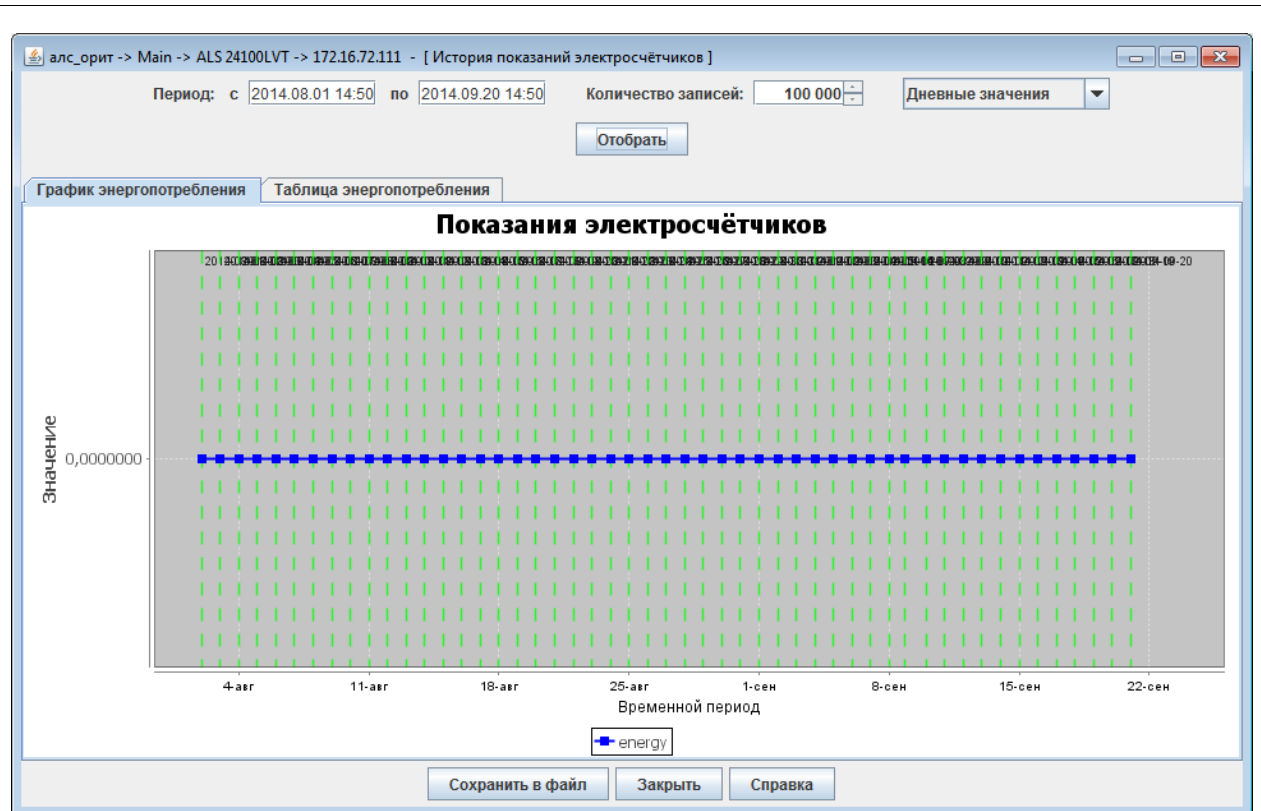

Рис. 129 Вывод дневных значений
- дневные значения — выбираются все дневные значения за указанный период времени, то есть каждому дню соответствует одна запись. Удобно для рассмотрения энергопотребления в течении одного месяца (Рис. 129 Вывод дневных значений);